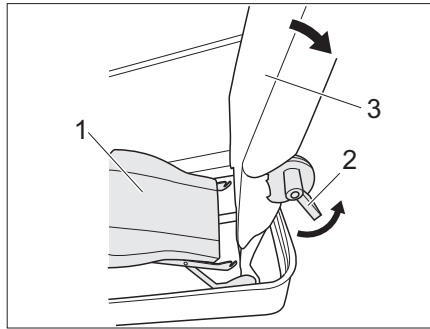
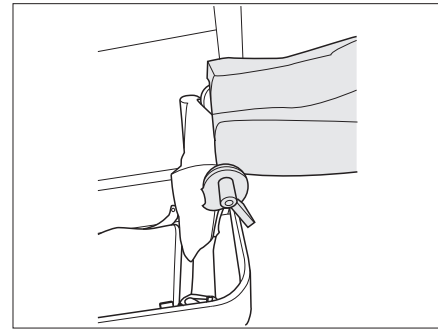

Fig. 207 Sganciare il piano di seduta
Fig. 208 Schienale ruotato all'indietro di 90°
- Sganciare il piano di seduta (Fig. 207,1) e spostarlo verso il basso.
- Azionare la leva 1 (Fig. 207,2) e ruotare all'indietro lo schienale (Fig. 207,3) di 90° (Fig. 208).